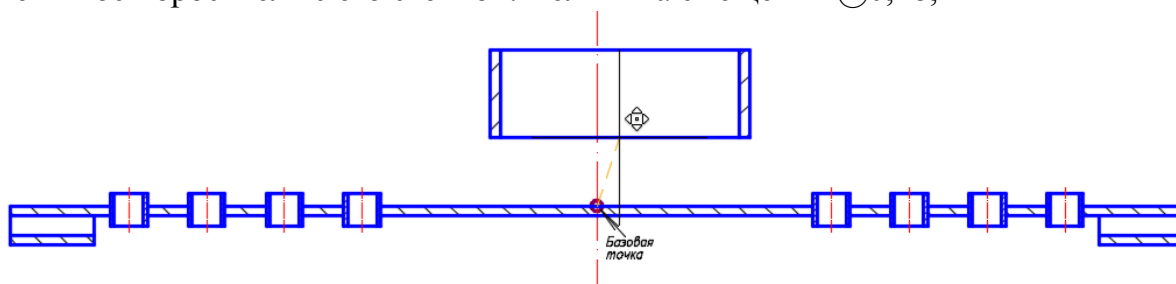

Рис. 113. Операция смещения элемента в верхнюю часть оросителя
- переместить объект с помощью команды **Переместить** (базовая точка – середина нижнего отрезка объекта). Далее использовать объектную привязку **Смещение** (см. рис. 113). Базовую точку для смещения указать на пересечении оси оросителя с его стенкой. Величина смещения @0,28;